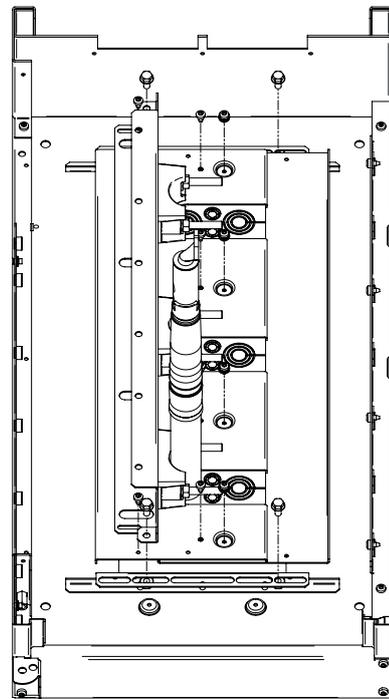

Figura 87. Installazione delle lamiere del pavimento, dei listelli guidacavi, dei serracavi e dei passacavi
- Inserire le lamiera del pavimento, i passacavi, i serracavi e i listelli guidacavi assieme agli 8 dadi sul pavimento dell'unità come mostra la figura 87.